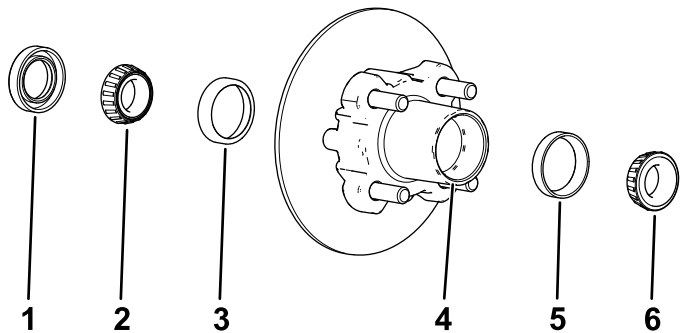

Figura 34
1. Rimuovete il cuscinetto esterno e il relativo anello dal mozzo (Figura 34).
2. Rimuovete la guarnizione e il cuscinetto interno dal mozzo (Figura 34).
5. Pulite la cavità del mozzo da tutto il grasso, la sporcizia e i detriti (Figura 34).
7. Riempite la cavità del mozzo per il 50–80% di grasso specificato (Figura 34).
8. Montate il cuscinetto interno sull'anello sul lato interno del mozzo e montate la guarnizione (Figura 34).